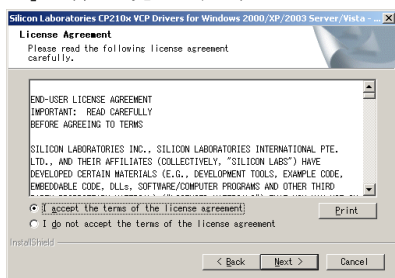

図5. USBドライバのインストール画面2
- ③ 「I accept...」を選んで次に進みます（図5）。